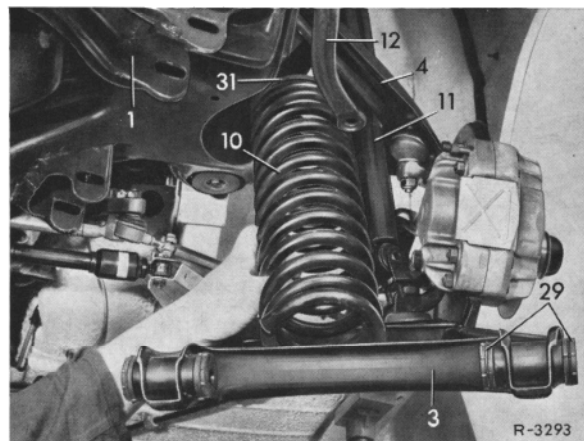

Bild 4
5 Aufsatz (44) entfernen, Querlenker nach vorn schwenken und Vorderfeder mit Gumming (31) herausnehmen (Bild 4).